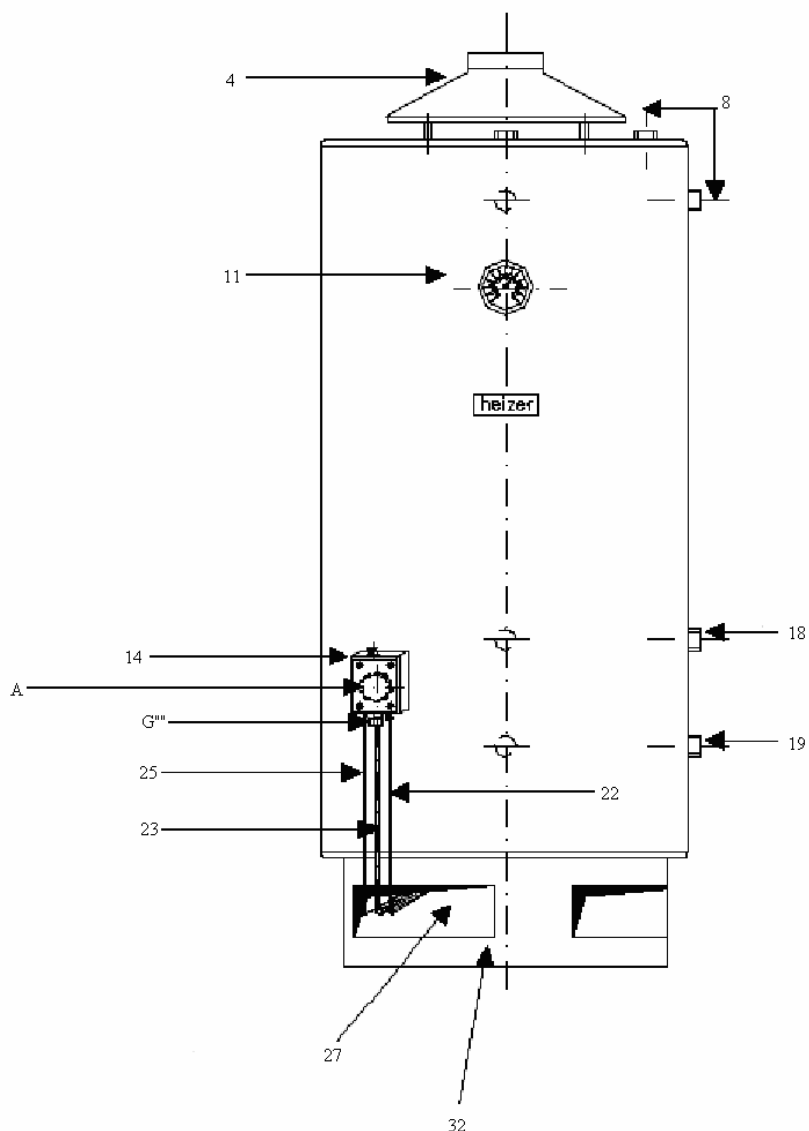

Рис. 1 Общая схема водонагревателя
Внешний вид водонагревателя показан на Рис. 1
3.6. Кнопка пьезорозжига (32 Рис. 1, 2)
3.7. Запальная горелка (Рис. 1, 2)